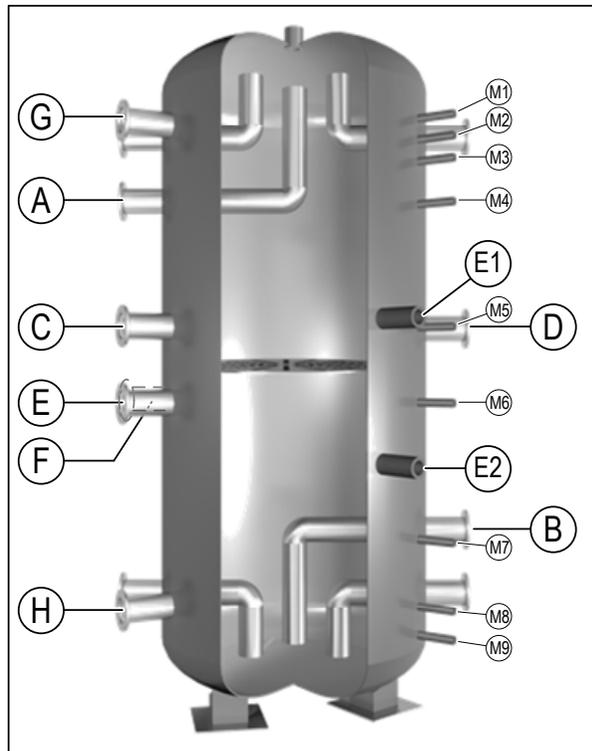

Bild 3: Systempufferspeicher: Anschlüsse und optionale Stutzen
- Die Systempufferspeicher müssen unbedingt mit den in Bild 3 + 4 dargestellten optionalen Stutzen bestellt werden. Die Anschlüsse sind gemäß dem Hydraulikschema anzuschließen.
- Die Temperaturfühler sind gemäß Bild 3 + 4 zu positionieren.